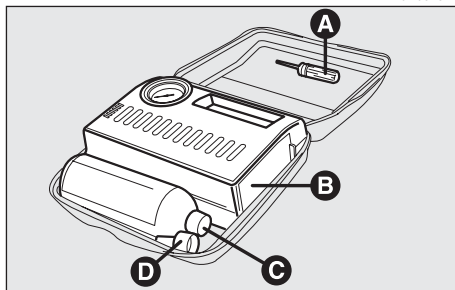

fig. 12
Le kit de réparation rapide comprend, (fig. 12):
*Attention! La bouteille (C-fig. 12) contient du glycole propylénique. Cette substance est toxique et dangereuse: ne pas avaler et éviter le contact avec les yeux, avec la peau et les vêtements. En cas de contact rincer avec beaucoup d'eau. Si l'on remarque des allergies, consulter un médecin. Conserver la bouteille dans son logement, loin des sources de chaleur et de la portée des enfants.*